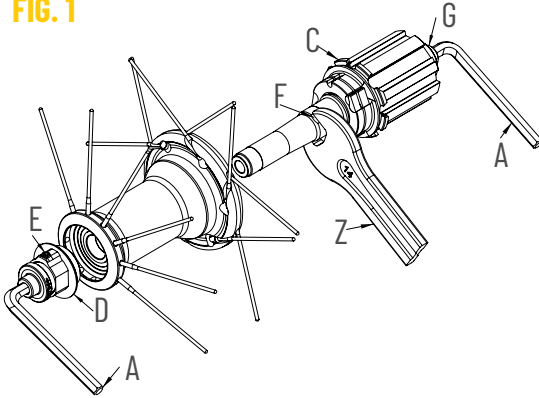

FIG. 2
- Inserite due chiavi a brugola da 5mm (A) dentro agli scontri alle estremità dei mozzi (Fig.2) e ruotatele in **senso antiorario**.
- Sfilate il perno del mozzo posteriore; il corpo ruota libera (C) potete sfilarlo dal perno per poter effettuare la manutenzione (Fig. 2). Pulite attentamente i cricchetti e reingrassate con un grasso a bassa densità la cremagliera.
- Terminata la manutenzione, infilate il corpo ruota libera con il relativo distanziale (Z) nel perno (Fig. 2).